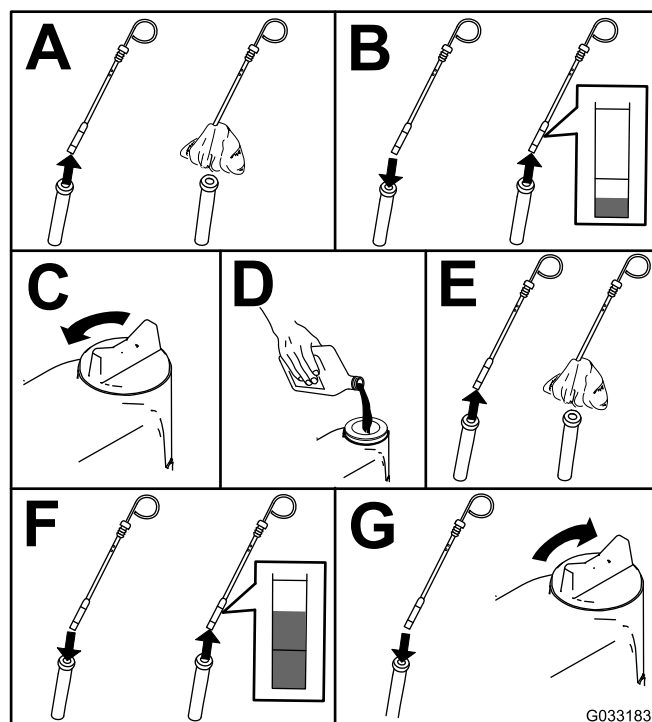

Figura 72
2. Controllate il livello dell'olio motore (Figura 72).